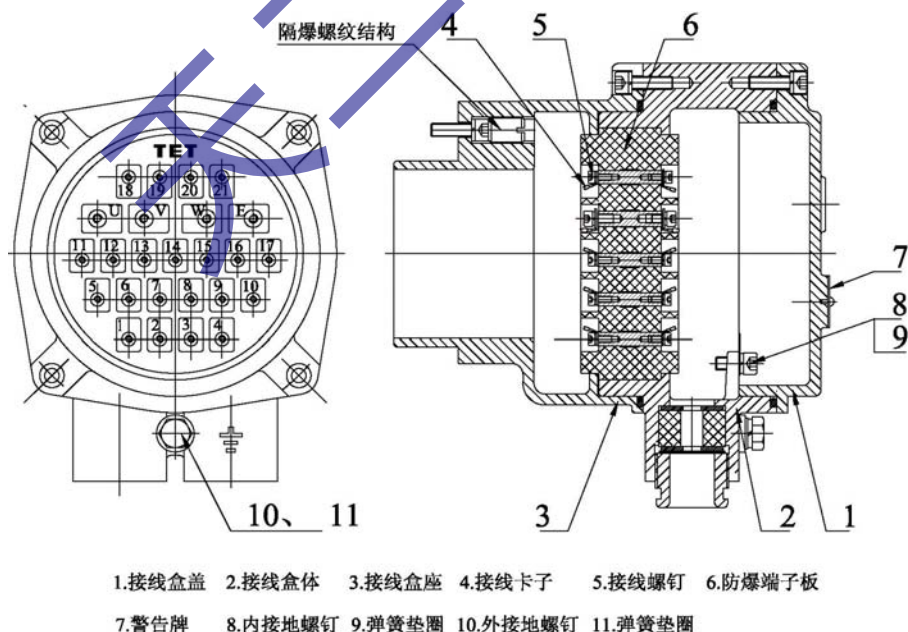
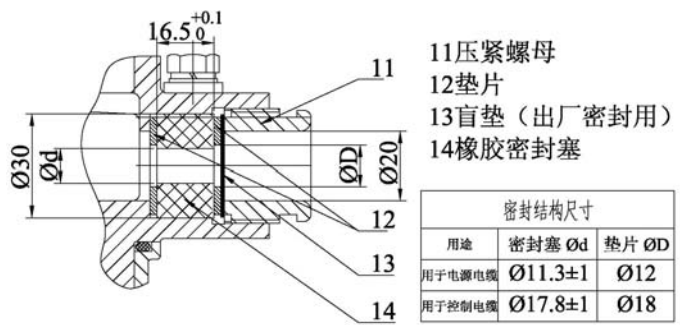
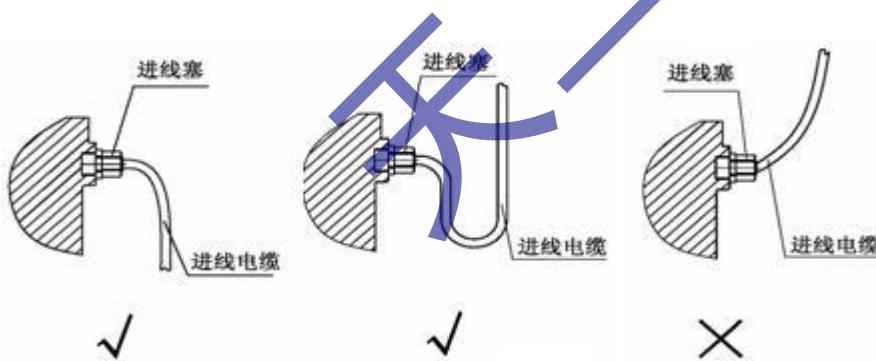

图 1
图 2
图 3
5.1.2 取下(图 2)所示“密封结构”诸件，将动力电缆和控制电缆分别穿入各自的密封结构并将电缆端部引入接线腔。
5.2.1 打开序号 1 “接线盒盖”（图 1），取下序号 11、12、13、14 各件（图 2）。
5.2.7 在确定电缆连接正确无误后，将进线部位的诸件（图 2 中，序号 12、14、12、11）依次推入接线盒的各部位。在调整好电缆的位置后（电缆在接线盒的内部不宜太多），拧紧压紧螺母。（进线部位有两个进线口。一个用于动力电缆，一个用于控制电缆）。
5.3.4 图 3 中序号 14 “密封圈” 如损坏，需要更换可向生产厂家索取或按（图 2）尺寸自行加工制造。但应符合下述技术要求：
5.3.5 应正确引入电缆，避免雨水沿电缆流向电动装置（图 3 中前两种为正确引入电缆方式）。